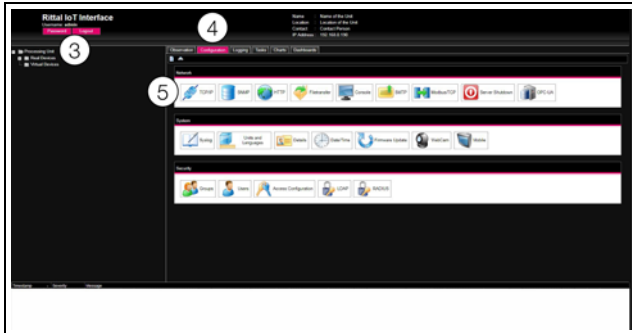

Рис. 10: Настройка подключения TCP/IP
Откроется главная страница устройства (рис. 10).
- В левой части главной страницы (области навигации) нажмите на элемент **Processing Unit** (Рис. 10, поз. 3) и в правой части (области конфигурирования) на вкладке **Configuration** (Рис. 10, поз. 4).
- В группе элементов **Network** нажмите на элементе **TCP/IP** (рис. 10, поз. 5).